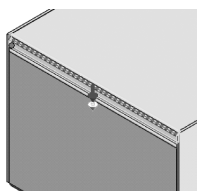
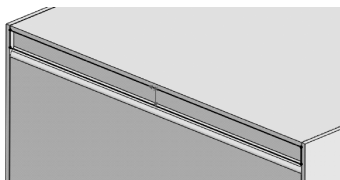
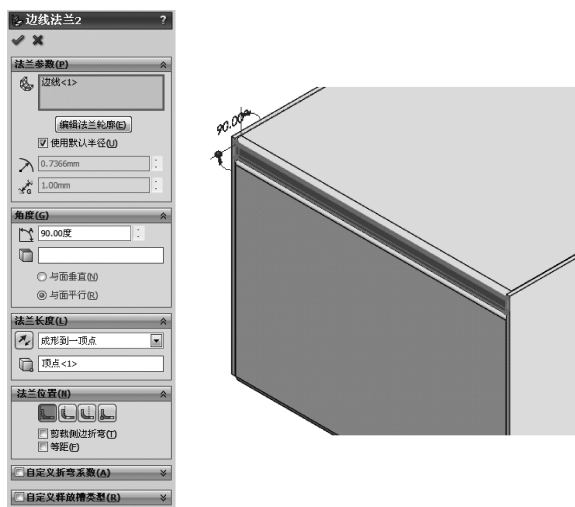

图 14-13 选取边线 2
图 14-14 绘制边线法兰草图 2
图 14-15 生成边线法兰特征 2
10) 单击【钣金】工具栏中的 （边线法兰）按钮，【属性管理器】中弹出【边线法兰】属性设置。在【法兰参数】选项组中，选择如图 14-13 所示的边线。单击【编辑法兰轮廓】按钮，绘制如图 14-14 所示的草图并标注尺寸。勾选【使用默认半径】选项，设置 （法兰角度）为 90 度，在【法兰位置】选项组中，设置法兰位置为 （材料在内），勾选【等距】选项，等距的终止条件为【成形到一顶点】，在特征选择组中选择对侧顶点，使边线法兰产生在模型的内侧。单击 （确定）按钮，生成钣金边线法兰特征，如图 14-15 所示。